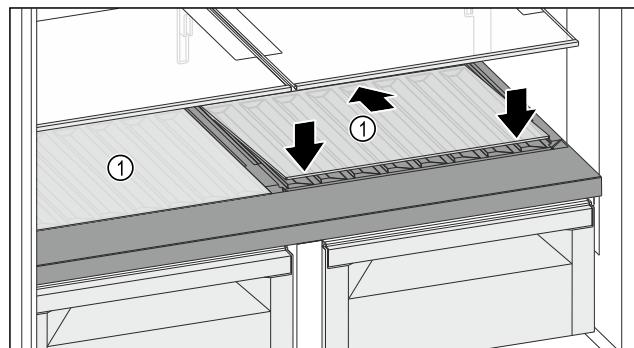

Fig. 119
- Вставте скляну полицю Fig. 119 (1) під кутом, нахиливши назад і донизу.
- Опустіть скляну полицю Fig. 119 (1) вперед.